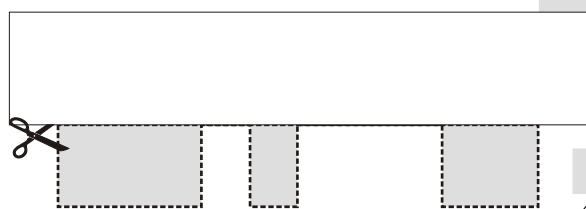
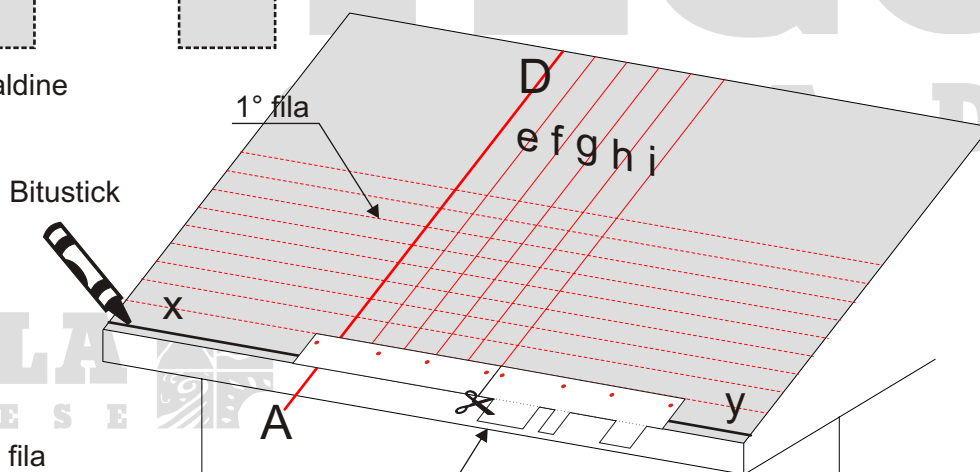

Fig. 2 - Taglio delle faldine
Fig. 3 - Posa della 1° fila
- Applicare sulla linea di gronda un cordolo di adesivo bituminoso “bitustick” e le tegole dopo averne tagliato le faldine (fig.2) e rimosso la protezione. Per posare correttamente la fila di partenza allineare il lato destro della prima tegola tagliata alla linea “i” (fig.3).